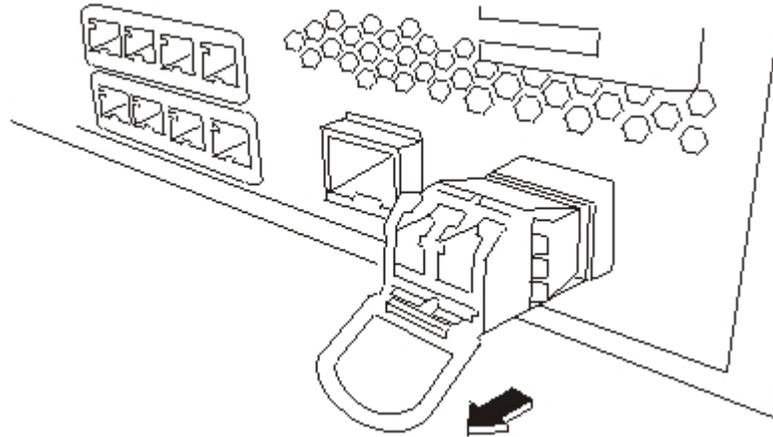

Abbildung 19. SFP-Transceiver ausbauen
- Drücken Sie die blaue Verriegelung an der Vorderseite des Transceivers wie in Abb. 19 nach unten.